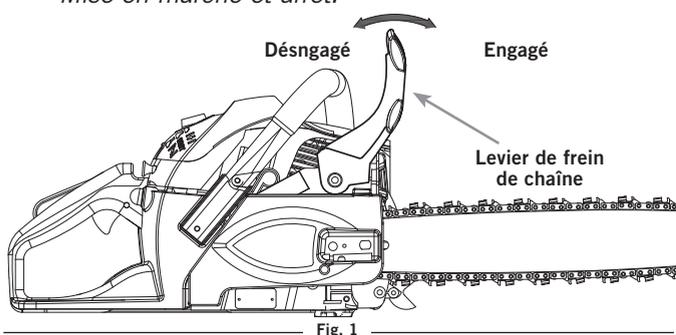

Fig. 1
2. Assurez-vous que le levier du frein de chaîne est désengagé (Fig. 1).
4. Pendant que l'appareil fonctionne, pressez sur la manette des gaz pour la régler à 1/3, puis engagez le frein de chaîne en poussant le levier vers l'avant avec la main gauche (Fig. 1). La chaîne devrait s'arrêter de façon abrupte.